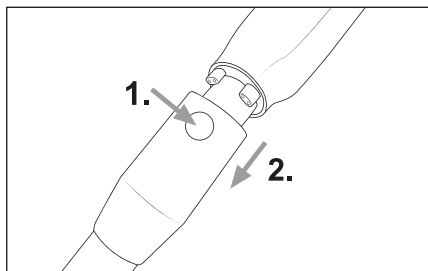

Abb. 8
- ◆ Um das Saugrohr 23 vom Gerät zu entfernen, halten Sie die Saugrohr-Entriegelungstaste 24 gedrückt und ziehen Sie das Saugrohr 23 von der Saugöffnung des Gerätes ab (siehe Abb. 8).